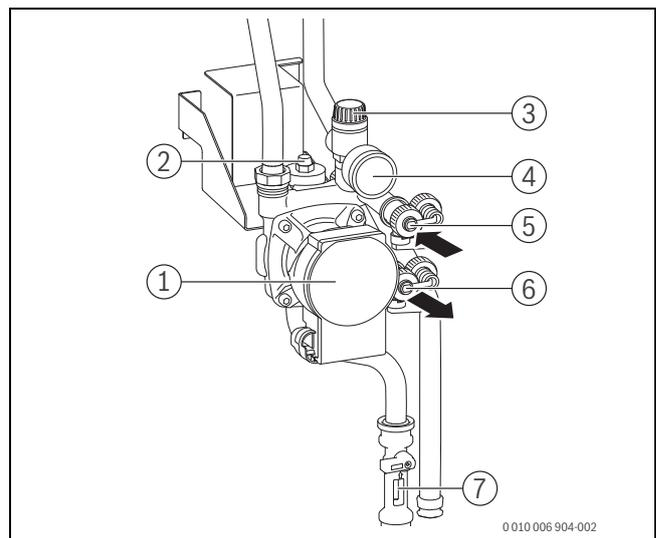

Bild 189 Übersicht Solargruppe
Befülleinrichtung an den Füll- und Entleerhahnen der Solarpumpe (→ Bild 189) anschließen:
- ▶ Füll- und Entleerhahnen (→ Bild 189, [5] und [6]) öffnen.
- ▶ Während des Spülens den Füll- und Entleerhahn an der Saugseite (→ Bild 189, [6]) mehrmals kurzzeitig drosseln und anschließend schnell komplett öffnen. Dadurch können sich gestaute Luftblasen in der Rohrleitung lösen.